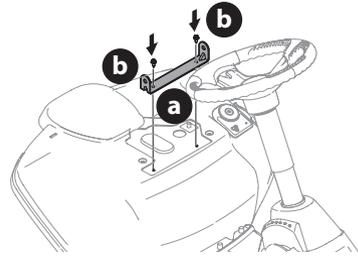

Figure 6
- Alignez le support de siège (a) en place sur les trous d'où les deux vis autotaraudeuses (b) ont été retirés (Figure 6).
- Utilisez une clé à cliquet de 1/4 pouce avec une douille de 3/8 pouce pour fixer le support du siège et les deux vis autotaraudeuses (b) qui ont été installées à l'étape 2 (Figure 6).